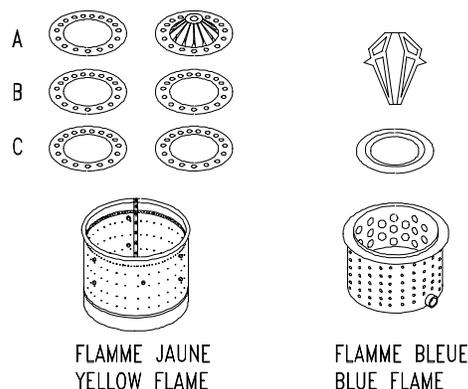

Figure 13: POSITION DES ANNEAUX
- Vérifiez que les 3 anneaux du brûleur sont à la bonne position. Chaque anneau est estampillée par la lettre A, B ou C (consultez la figure 13).